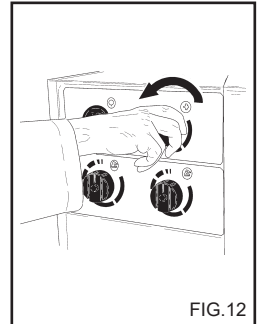

FIG.12
Il dispositivo regolatore di pressione, fig. 12 permette di regolare la pressione di lavoro. Ruotando la manopola in senso antiorario (B) (minimo) si ottiene così una riduzione della pressione di esercizio.